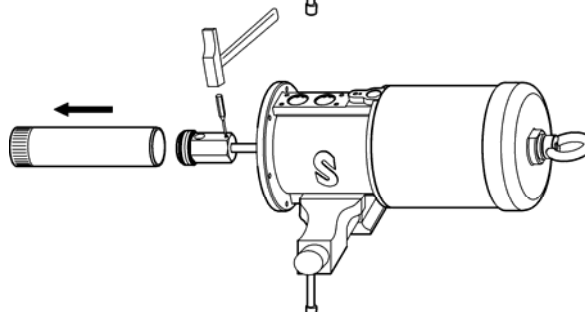

Fig. 6
3. Remove the pin (45) situated in the lower part of the connecting rod (44) (fig. 6) and unscrew the upper valve assembly.
3. Extraer el pasador (45) situado en la parte inferior del eje válvula impulsión (44) (Fig. 6) y desenroscar el conjunto válvula superior.
3. Extraire la baguette (45) située au niveau de la partie inférieure de l'axe de la soupape d'impulsion (44) (Fig. 6) et desserrer l'ensemble soupape d'impulsion.